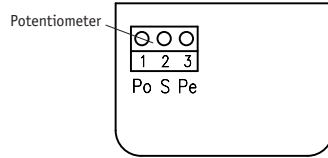

Abb. 4: Anschlussbelegung ohne Messwandler
Bei PG9 (Abb. 4):
- Litzen an den Klemmen des Gerätes anschließen (Abb. 4 und 5).